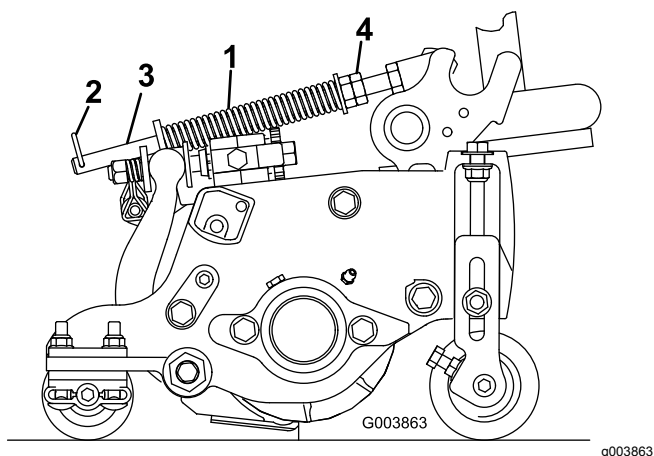

Figura 21
1. Certifique-se de que o pino de perno de gancho está instalado no orifício traseiro na haste da mola (Figura 21).
2. Aperte as porcas sextavadas na extremidade dianteira da haste da mola até que o comprimento da mola em compressão seja de 15,9 cm; consulte a Figura 21.